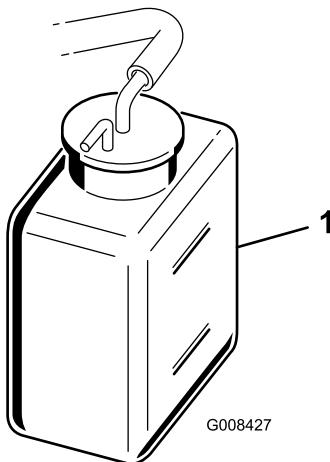

図 28
2. 冷却液の量を点検する図 28。エンジンが冷えている状態で、補助タンク側面についている 2 本のマークの間にあれば適正である。